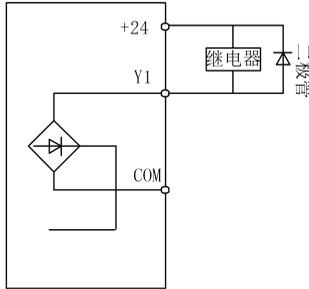

图 4-13 数字输出端子接线示意图
**注意：**一定要正确安装吸收二极管的极性。如图 4-13。否则当数字输出端子有输出时，马上会将直流 24V 电源烧坏。